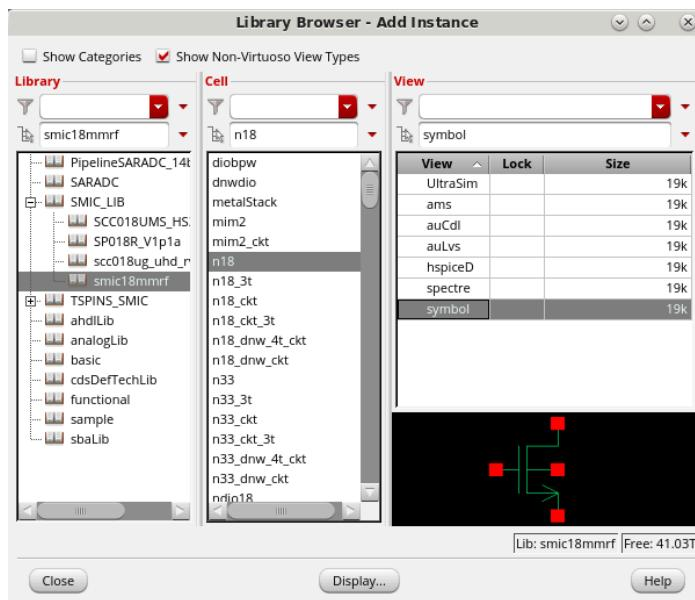

图 70 选择 NMOS 器件
6. 在弹出的如图 70 所示的对话框中，展开 Library 列中的 SMIC_LIB 并选择其中的 smic18mmrf，Cell 列中的 n18，View 列中的 symbol。点击键盘上的 Enter 键。